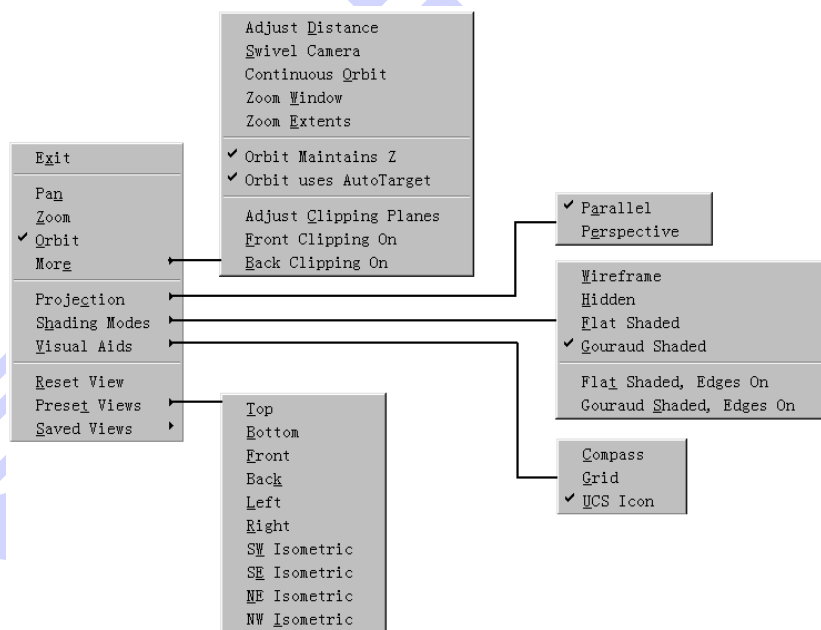

图 12-25 3D Orbit 快捷菜单
- 快捷菜单：启用交互式三维视图后，在绘图窗口中单击右键弹出快捷菜单，如图 12-25 所示。